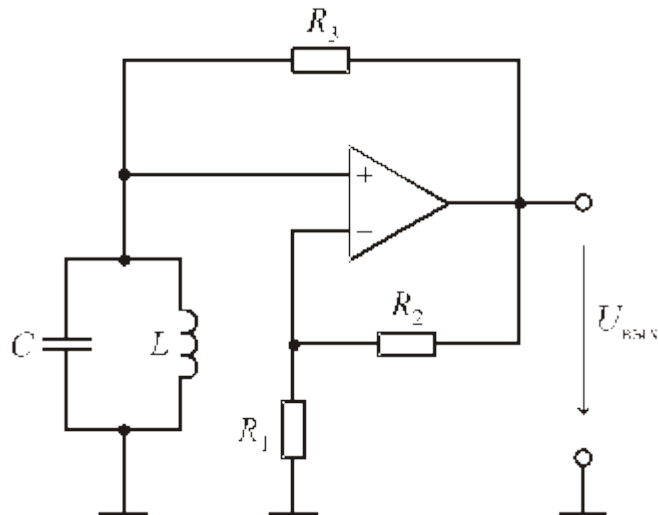

Рис. 1
4. Как обеспечить синусоидальную форму колебаний в генераторе на рис. 1